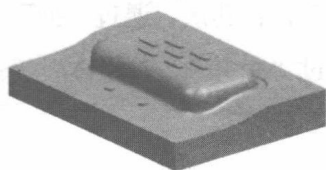

图 1.15 型芯零件
Step3. 创建型芯零件。在“定义型腔和型芯”对话框中选择**选择片体**区域下的**型芯区域**选项，其他参数采用系统默认设置值，单击**确定**按钮，系统弹出“查看分型结果”对话框，采用系统默认的方向；单击**确定**按钮，完成型芯零件的创建，如图 1.15 所示。